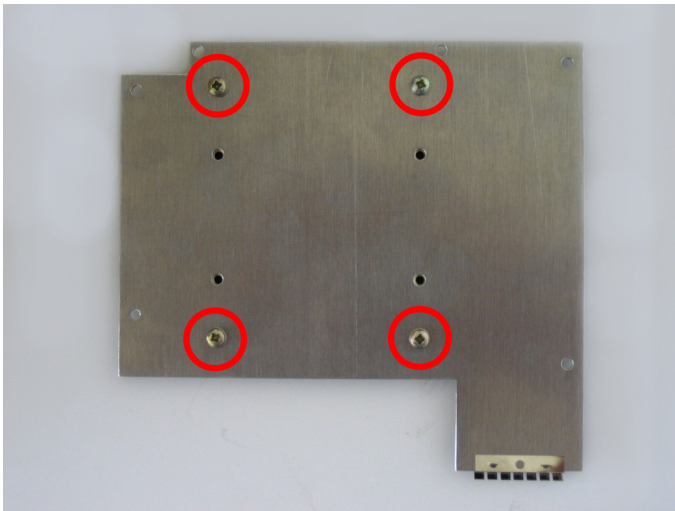

Bild 3-12 Befestigungsschrauben der 2,5"-Flash Disk
- ❑ Lösen Sie auf der Rückseite des Trägerbleches die Schrauben (siehe Bild 3-12) und demonstrieren Sie die 2,5"-Flash Disk.